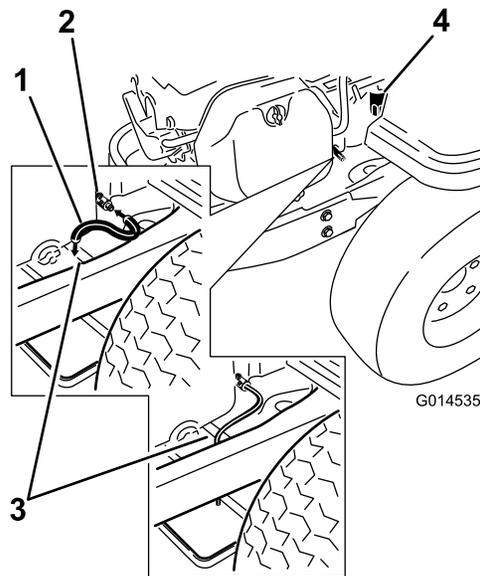

Figura 30
4. Pulite l'area attorno alla valvola di spurgo e sul telaio della macchina. Individuate il tubo di spurgo dell'olio e spostatelo sopra la valvola di spurgo (Figura 30).
5. Infilate l'estremità opposta del tubo di spurgo dell'olio all'estremità del telaio (Figura 30).